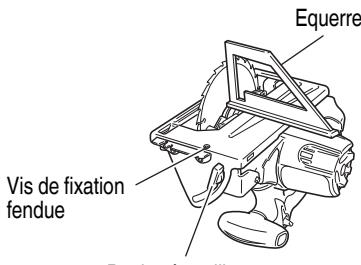

Fig. 21
(1) Retourner l'outil socle vers le haut (Fig. 21) et desserrer le boulon à oreilles.